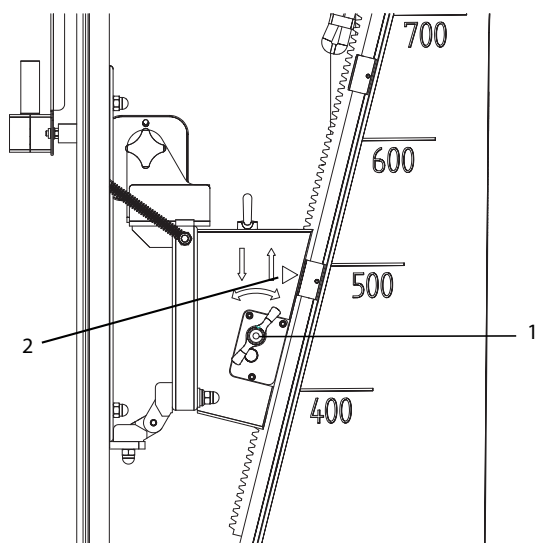

Fig. 9: Forskyve oppover
2. Sett den vertikale opplåsningen på nedover (vri til venstre). Se også fig.9.